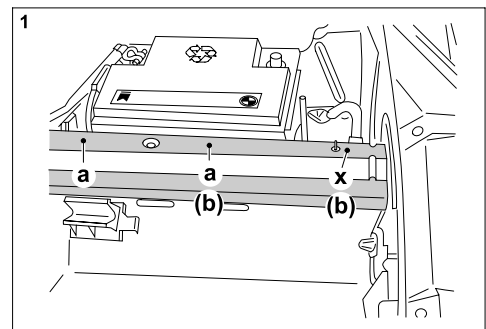

Figure 1 : Trous dans coffre à bagages à droite
- 4.) Percer resp. trois trous d' un  $\varnothing$  14 mm ( aux points " a " et " x " dans le coffre à bagages, à gauche et à droite des éléments supérieurs des longerons, aux endroits marqués d' un coup de pointeau ). Percer complètement par en haut, au point " b ", également avec  $\varnothing$  14 mm ( coup de pointeau ) les éléments inférieurs des longerons à travers le trou central et le trou inférieur ( à côté du tablier AR ); voir figures 1, 2 et 8.